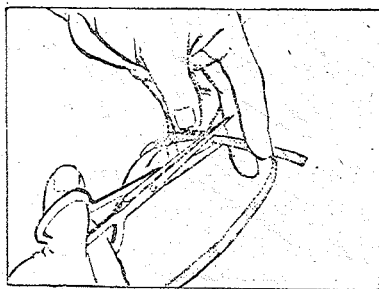
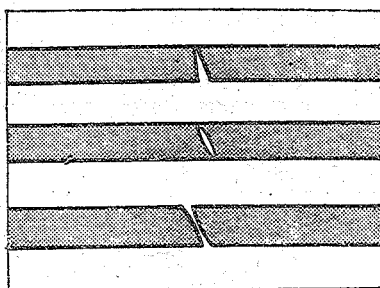

图14 修复磁带时的剪裁
图15 磁带接口剪裁的三种缺陷
①先将磁带皱折严重、无法烫平修复的部分剪去，再按图14所示方法将断口重叠剪成  $45^\circ$  左右的斜角，注意避免出现如图15所示的三种缺陷。